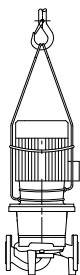

Fig. 34: Transport de la pompe
- Les œillets de transport du moteur servent ici de guidage lors de la suspension de la charge (Fig. 34).